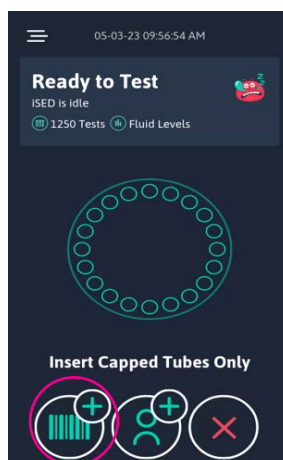

Figura 21
1. Selezionare l'icona del codice a barre col segno più (Figura 21).